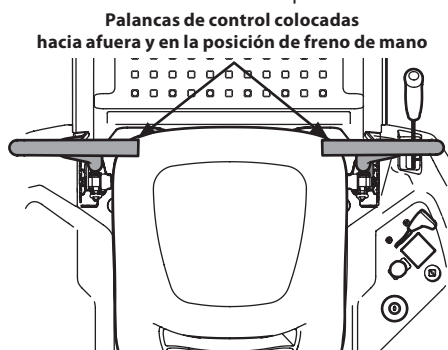

Figura 25
1. El operador debe estar sentado en el asiento del tractor con las palancas de control de la transmisión completamente hacia afuera en la posición de estacionamiento. Consulte la Figura 25. Consulte la sección Funcionamiento de Práctica para obtener más instrucciones.